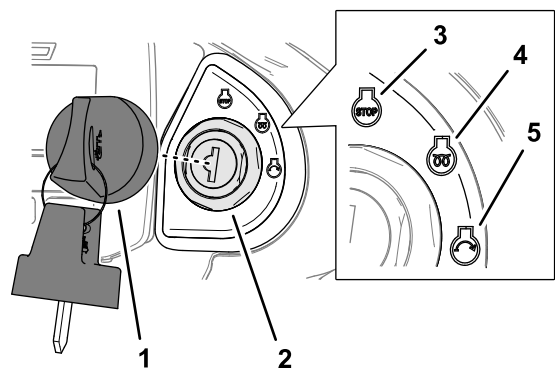

Figura 26
4. Ruotate la chiave in posizione di spegnimento (Stop) (Figura 26).